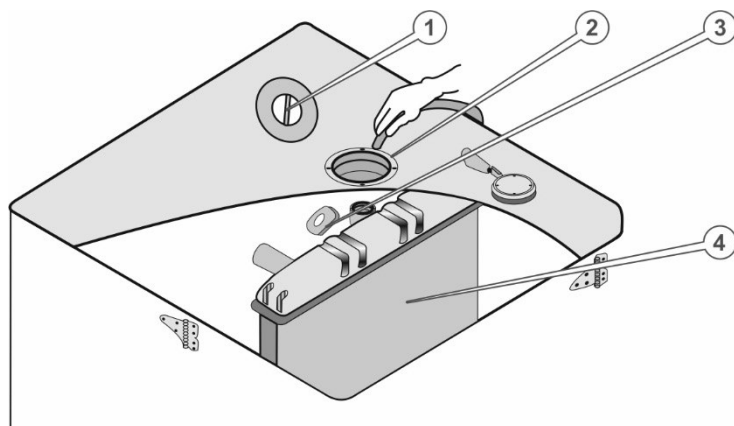

Рисунок 21. Схема заправлення системи охолодження двигуна.
5.1.8.4 Заправлення система охолодження двигуна (рис. 21).